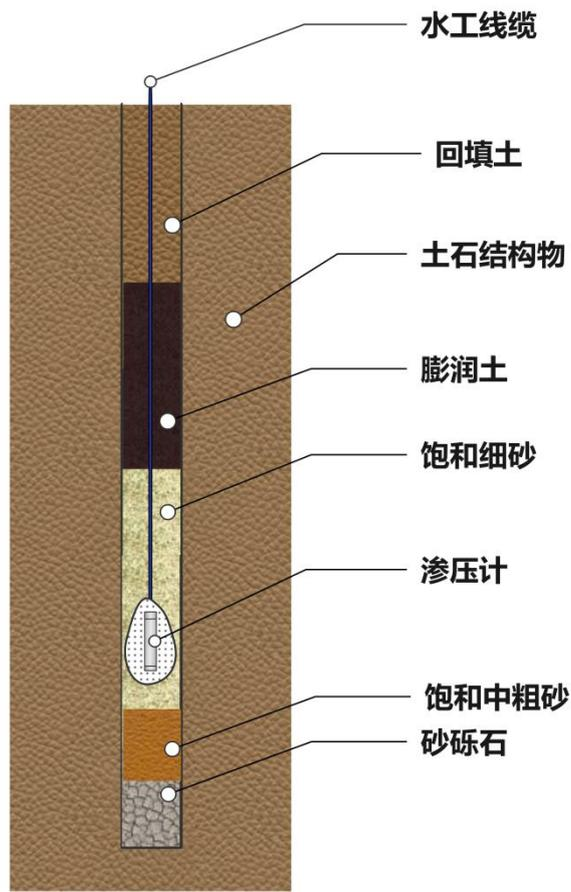

图 6
①已建土石结构物内埋设渗压计，应采用钻孔埋设法。钻孔孔径，依该孔中埋设的仪器数量而定，仪器越多孔径越大，一般采用直径 100~150mm 的孔径。钻孔孔深要比渗压计设计埋设高程深 40cm 以上。岩体钻孔应做压水试验，钻孔位置应根据地质条件和压水试验结果确定。
②成孔后测量好孔深，在孔底铺设 20cm~40cm 厚的砂砾石和粗砂至仪器埋设高程，砾石直径一般在 10mm~20mm。
③将预备好（用透水土工布制成的沙包包裹）的渗压计放入孔中，周围填满细砂，段上层用膨润土封孔阻断透水层，再上层原土料封口，如下图 6 所示。